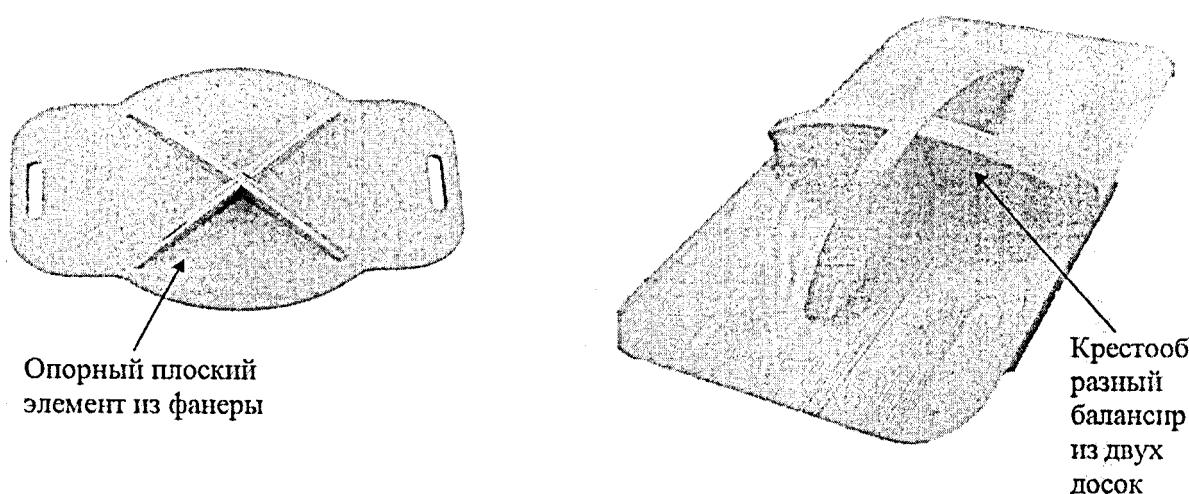

Рис. 1 Варианты балансировочных досок
1. На основе представленных изображений разработайте чертежи и изготовьте модель детской балансировочной доски. Доска должна состоять из трёх деталей: видоизменённого опорного элемента из фанеры (Рис. 2) и двух деталей из досок (Рис.1), соединённых между собой и образующих крестообразный балансир.